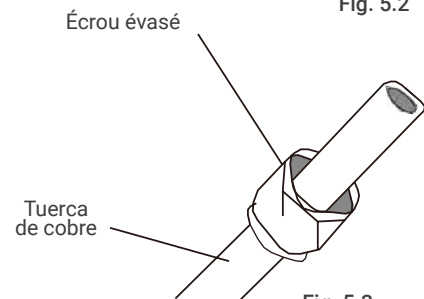

Fig. 5.3
3. Placez des écrous évasés aux deux extrémités de la conduite. Assurez-vous qu'ils sont orientés dans la bonne direction. Vous ne pourrez plus en remettre ou changer leur direction après l'évasement. Voir Fig. 5.3.